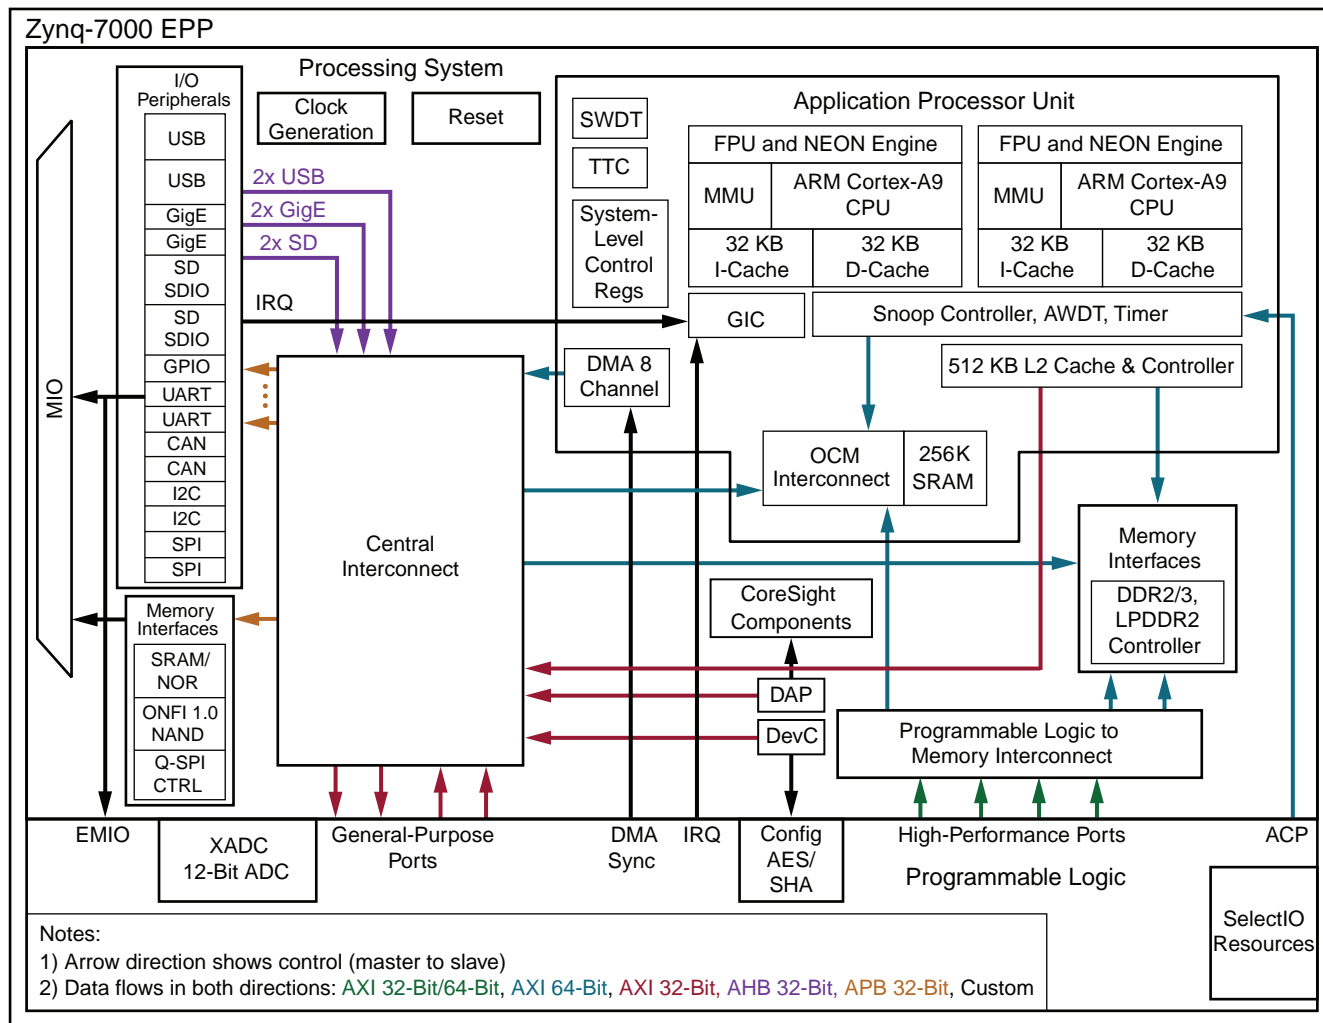

図 3-1 : Zynq-7000 EPP プロセッサ システムのハイレベル図
21 ページの図 3-1 に、ブート プロセスに焦点を当てた Zynq-7000 EPP プロセッサ システム (PS) 全体のレイアウトを示します。